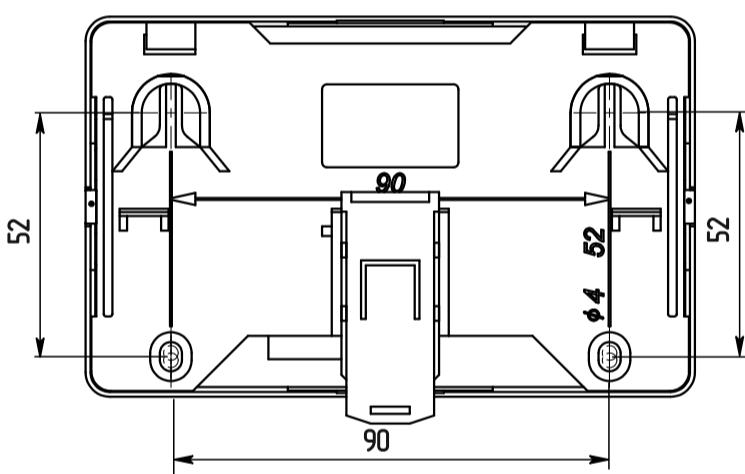

Рисунок 3
- b) при установке на стену (Рисунок 3):